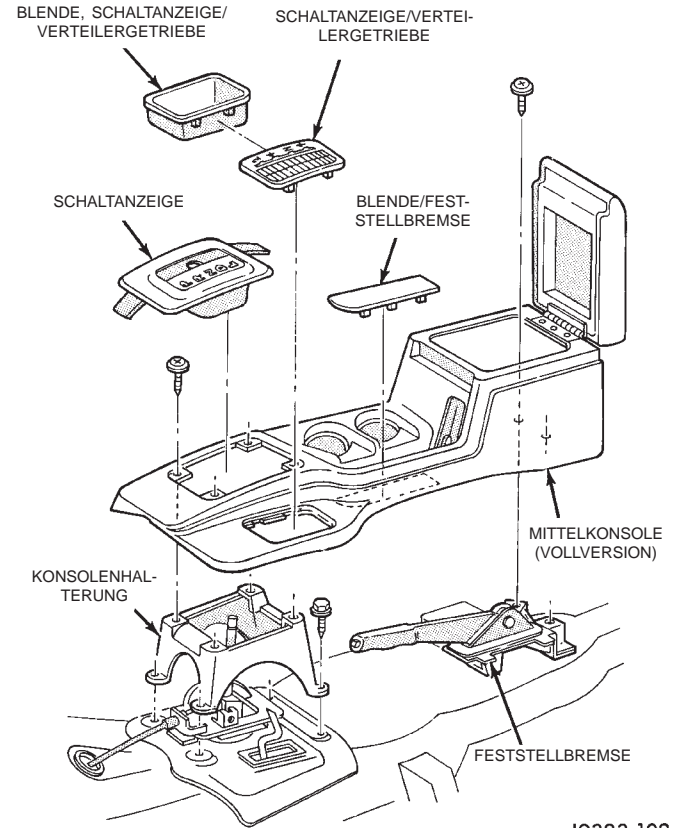

Abb. 50 Bauteile der Konsole
- (1) Bei abgeschaltetem Motor den ersten Gang einlegen.
- (2) Schaltknauf fassen und Griff gerade hochziehen.
- (3) Griff vom Schalthebel abnehmen.
- (4) Blenden der Schaltanzeige von Getriebe und Verteilergetriebe nach oben ziehen, damit sie freikommen. Einen flachen Schraubendreher zwischen Blenden und Konsole schieben und Blenden abhebeln.
- (5) Glühlampenfassungen von den Blenden abklemmen.
- (6) Schrauben lösen, mit denen die Konsole an der Halterung befestigt ist (Abb. 50).
- (7) Konsole vom Boden abbauen.
- (1) Konsole im Fahrzeug ansetzen.
- (2) Schrauben ansetzen und festziehen, mit denen die Konsole an der Konsolenhalterung befestigt ist.
- (3) Glühlampenfassungen in den Blenden anschließen.
- (4) Blenden der Schaltanzeigen von Getriebe und Verteilergetriebe einbauen (Abb. 50).
- (5) Schalthebelknauf auf dem Schalthebel positionieren und fest nach unten drücken, bis er richtig sitzt.